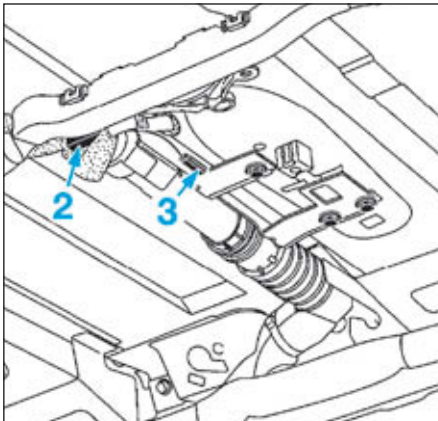

FIG. 12
- Débrancher (Fig.12) :
- le connecteur (2) de l'airbag latéral rideau,
- la cosse de masse (3) de l'airbag latéral rideau.